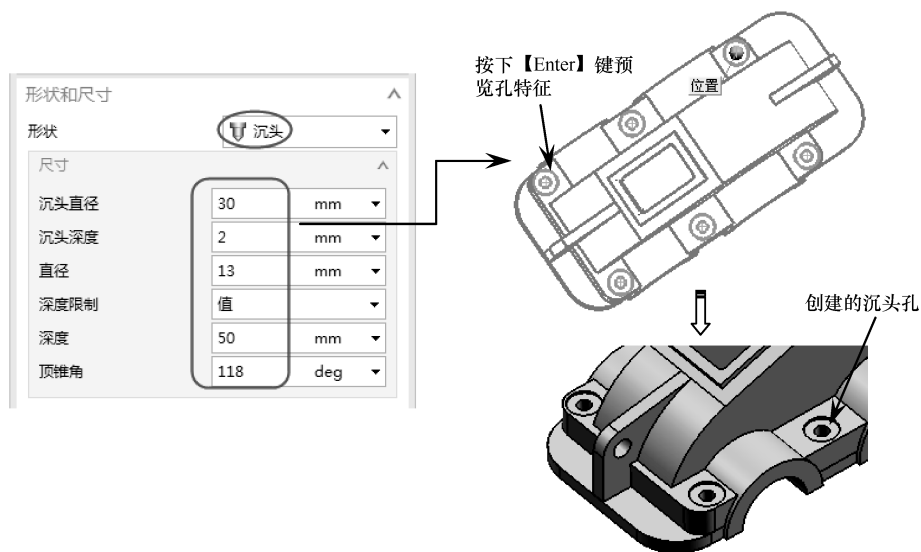

图 4-90 创建沉头孔
- 19 绘制草图后，退出草绘模式，然后在【孔】对话框中按如图 4-90 所示的操作步骤完成沉头孔的创建。